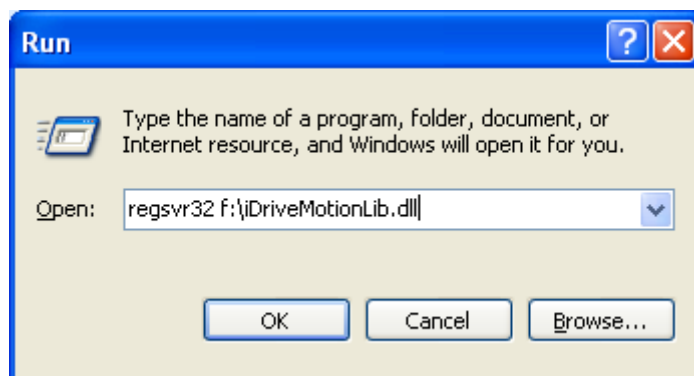

图 86. motionLib 的注册
- 2) 在操作系统桌面点击 开始->运行，打开如图 86 的对话框，输入以下命令：